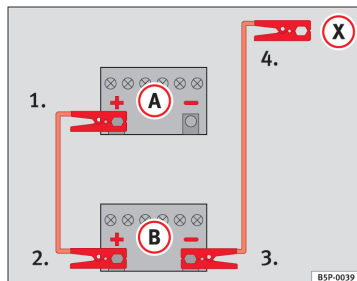

Fig. 126 Schéma de branchement pour véhicules non équipés du système Start-Stop.
- Connectez une extrémité du câble de démarrage rouge au pôle positif (+) du véhicule dont la batterie est déchargée (A) ⇒ fig. 126.
- Raccordez l'autre extrémité du câble de démarrage rouge à la borne positive (+) du véhicule fournissant le courant (B).
- Raccordez une extrémité du câble de démarrage noir à la borne négative (-) du véhicule fournissant le courant (B) ⇒ fig. 126.
- Branchez l'autre extrémité du câble de démarrage noir (X), sur le véhicule avec la batterie déchargée à une pièce en métal massif vissée au carter-moteur ou directement au carter-moteur mais le plus loin possible de la batterie (A).